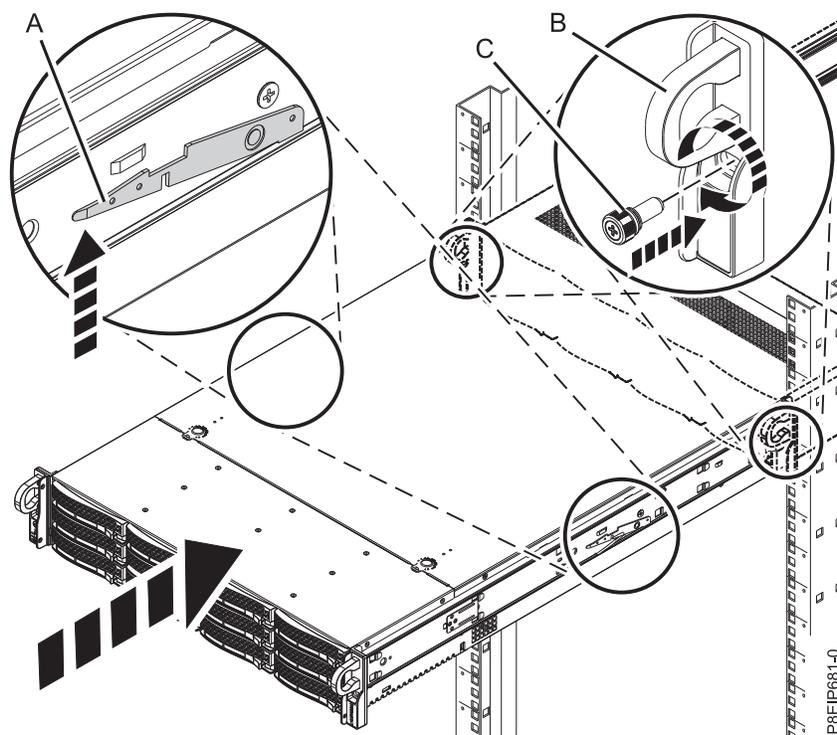

Figure 99. Mise en position de fonctionnement du système
4. Libérez les loquets de sécurité des glissières (**A**) en les soulevant, comme illustré dans la figure 99, puis insérez le système complètement dans l'armoire.